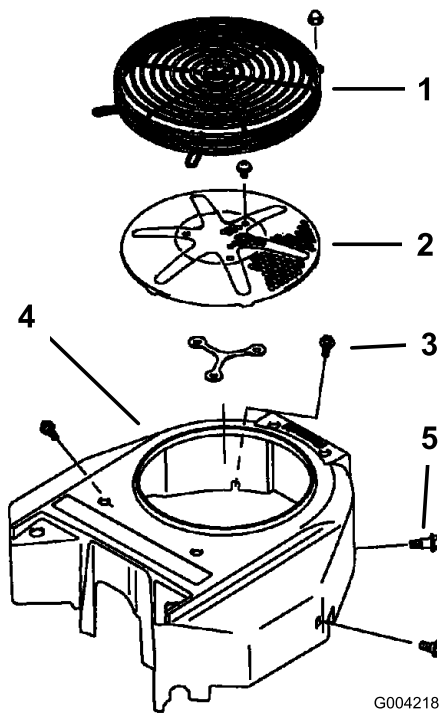

Figura 78
Antes de cada uso, retire cualquier acumulación de hierba, suciedad y otros residuos de la rejilla del motor. Esto ayudará a asegurar una refrigeración adecuada y una velocidad de motor correcta, y reducirá la posibilidad de sobrecalentamiento y daños mecánicos al motor (Figura 78).
3. Retire la rejilla de entrada de aire, el arrancador de retroceso y la carcasa del ventilador (Figura 78).
5. Instale la rejilla de entrada de aire, el arrancador de retroceso y la carcasa del ventilador (Figura 78).